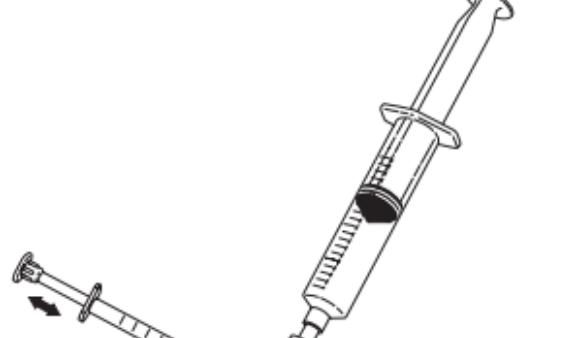

Fig. 8
10. Opløsningen infunderes ved at trække den ønskede dosis ind i 1 mL sprøjten og injicere. Fyld 1 mL sprøjten igen og gentag infusionsteknikken efter behov. (**Fig. 8**)